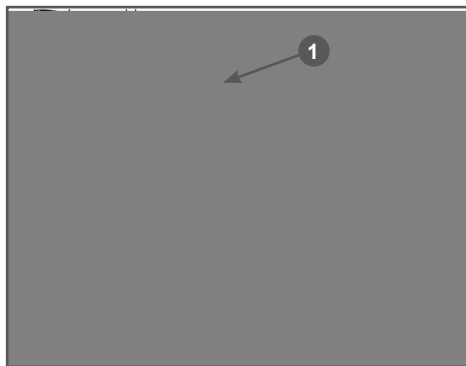

Рис. 14 Рычаг переключения положений рабочего валика
Перед запуском двигателя убедитесь, что рычаг переключения положений рабочего валика установлен в верхнем (транспортном) положении (Рис. 14). В противном случае скарификатор может начать движение, что может привести к травме, так как рабочий валик начнет вращаться сразу же после запуска двигателя.
2. Переведите рычаг переключения положений рабочего валика в верхнее (транспортное) положение (Рис. 14).